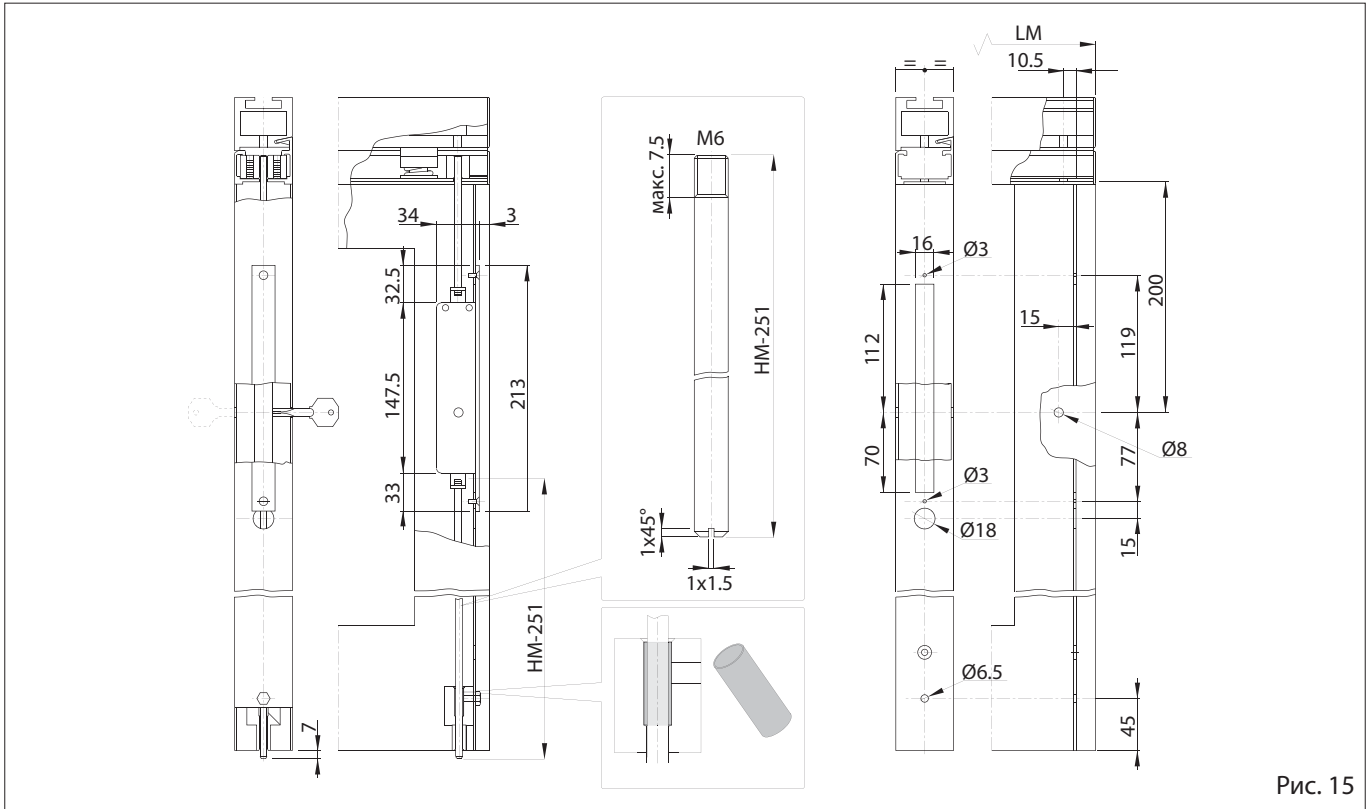

Рис. 15
4. Электрозамок (Рис. 15)
Внимание: для максимальной безопасности необходимо установить нижнюю часть стержня замка (не входит в комплект), как показано на рис. 15